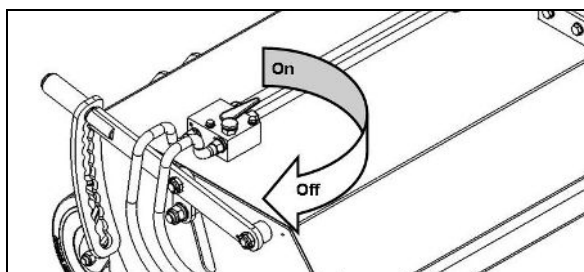

Fig. 4.6
- Luk spærreventilen til hydraulikmotoren på sidebørsterne (fig. 4.6), samt hydraulikcylinderen på